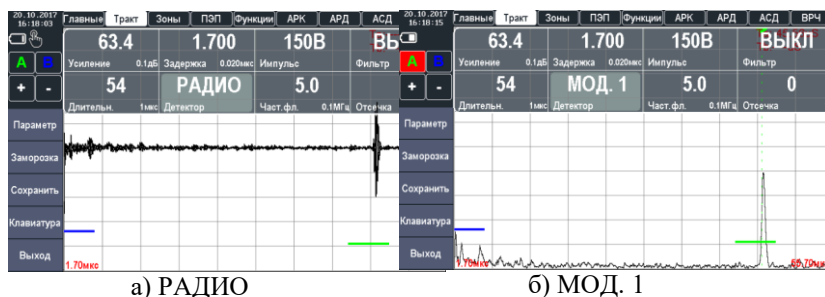

Рисунок 2.19 – Виды режимов детектирования
5. Выбор режима детектирования А-скана «ДЕТЕКТ.», в дефектоскопе представлены четыре режима: «РАДИО», «МОД. 1», «МОД. 2». Режим детектирования определяет представление (визуализацию) принятого сигнала на экране дефектоскопа (рис. 2.19). Принятый сигнал представляет собой двухполярный радиочастотный импульс, который может быть выведен на экран прибора в различном виде: